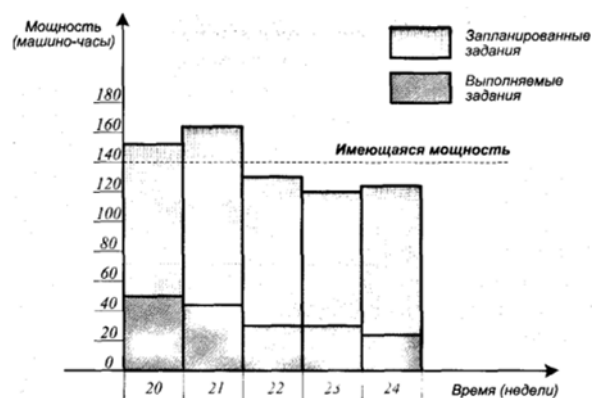

Рис. 5.12 План требуемой мощности
- 2.Определение требуемой мощности (Рис. 5.12).